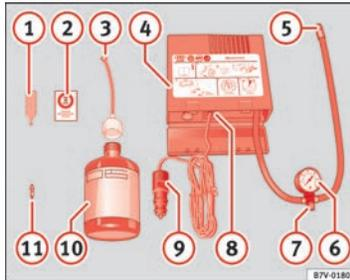

Abb. 135 Bestandteile des Reifenreparatursatzes
- ② Aufkleber mit der Geschwindigkeitsangabe „max. 80 km/h“ bzw. „max. 50 mph“
- ③ Füllschlauch mit Verschlussstopfen
- ④ Kompressor
- ⑤ Reifenfüllschlauch
- ⑥ Reifenfülldruckanzeige
- ⑦ Luftablassschraube
- ⑧ Ein-/Ausschalter
- ⑨ 12-Volt-Kabelstecker ⇒ Seite 125
- ⑩ Reifenfüllflasche mit Dichtungsmittel
- ⑪ Ersatz-Ventileinsatz
Der Ventileinsatzdreher ① ⇒ Abb. 135 hat am unteren Ende einen Schlitz, in den der Ventileinsatz passt. Nur so kann der Ventileinsatz aus dem Rei-
- Kleben Sie den Aufkleber ② ⇒ Abb. 135 ⇒ Seite 215 auf die Instrumententafel im Sichtfeld des Fahrers.
- Schrauben Sie mit Hilfe des Ventileinsatzdrehers **①** den Ventileinsatz heraus und legen ihn auf einen sauberen Untergrund (Lappen, Paper u. Ä.).
- Schütteln Sie mehrmals kräftig die Reifenfüllflasche **⑩** ⇒ Abb. 135 ⇒ Seite 215.
- Schrauben Sie den Einfüllschlauch **③** auf die Flasche **⑩**. Die Folie am Verschluss wird automatisch durchstoßen.
- Entfernen Sie den Verschlussstopfen vom Einfüllschlauch **③** und stecken Sie das offene Ende ganz auf das Reifenventil.
- Halten Sie die Flasche mit dem Boden nach oben und füllen Sie das gesamte Dichtungsmittel **⑩** der Reifenfüllflasche in den Reifen.
- Schrauben Sie den Ventileinsatz mit dem Ventileinsatzdreher **①** wieder in das Reifenventil.
- Schreiben Sie den Reifenfüllschlauch **⑤** ⇒ Abb. 135 ⇒ Seite 215 des Luftkompressors fest auf das Reifenventil.
- Achten Sie darauf, dass die Luftablassschraube **⑦** zugedreht ist.
- Stecken Sie den Stecker **⑨** in die 12-Volt-Steckdose.
- Schalten Sie den Luftkompressor mit dem EIN- und AUS-Schalter **⑧** ein.
- Wenn der Luftdruck von 2,0 – 2,5 bar nicht erreicht werden kann, schrauben Sie den Reifenfüllschlauch **⑤** vom Reifenventil ab.
- Schrauben Sie den Reifenfüllschlauch des Luftkompressors **⑤** erneut fest auf das Reifenventil und wiederholen Sie den Aufpumpvorgang.